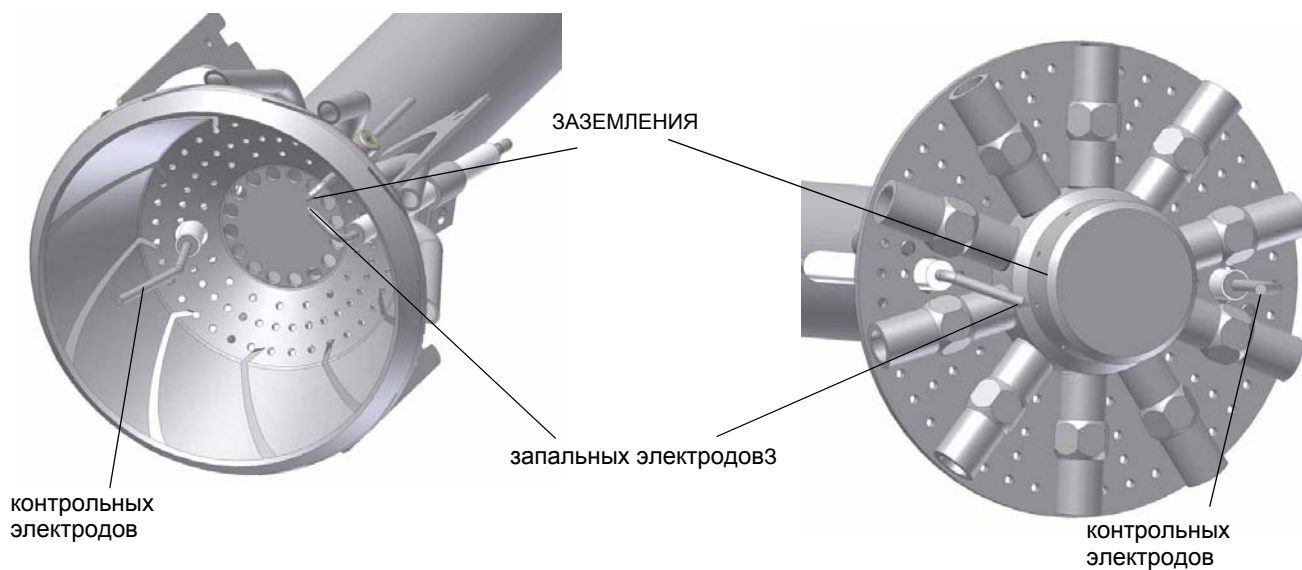

Рис. 65
- Проверьте запальный и контрольный электроды, очистите, отрегулируйте и, при необходимости, замените (см. Рис. 65). В случае, если у вас есть сомнения, проверьте систему контроля после запуска горелки, следуя схемам на Рис. 64).
**ВНИМАНИЕ:** чтобы не подвергать риску работу горелки, избегать контакта запальных и контрольных электродов с металлическими частями горелки (голова сгорания, сопло и т.д.). Проверять положение электродов каждый раз после выполнения каких-либо работ на голове сгорания. Убедиться, что расстояние между запальным электродом и массой составляет 4 - 5 мм. (см. Рис. 65)